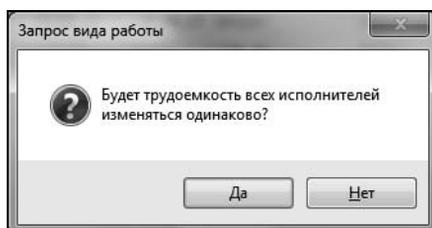
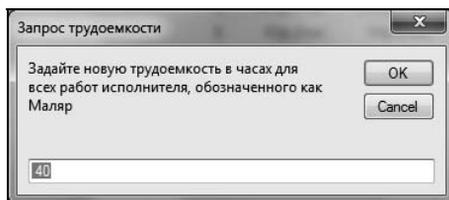

Рис. 11.5. Окно выбора режима работы макроса Change_Work
Рис. 11.7. Пример окна с запросом объема трудозатрат ресурса (макрос `Change_Work`)
5. Макрос с помощью показанного на рис. 11.5 окна запроса предложит пользователю в ответ на запрос выбрать режим работы¹. При нажатии кнопки **Да** дальнейшая работа макроса будет строиться с тем, чтобы трудозатраты всех задач проекта изменились пропорционально.
5. Макрос с помощью показанного на рис. 11.5 окна попросит пользователя выбрать режим работы. При нажатии кнопки **Нет** для трудовых затрат каждого из ресурсов, используемых в проекте, нужно будет задать свой показатель в окне, пример которого показан на рис. 11.7.
затрат следующего ресурса нужно в показанном на рис. 11.7 окне нажимать кнопку **ОК**.
7. Если возникает необходимость прервать работу без изменения трудозатрат проекта (или когда для оставшихся ресурсов изменять трудозатраты уже не надо), в показанном на рис. 11.7 окне после ввода очередного значения требуемой величины трудозатрат следует нажать кнопку **Cancel**. Откроется окно запроса о порядке завершения работы макроса.